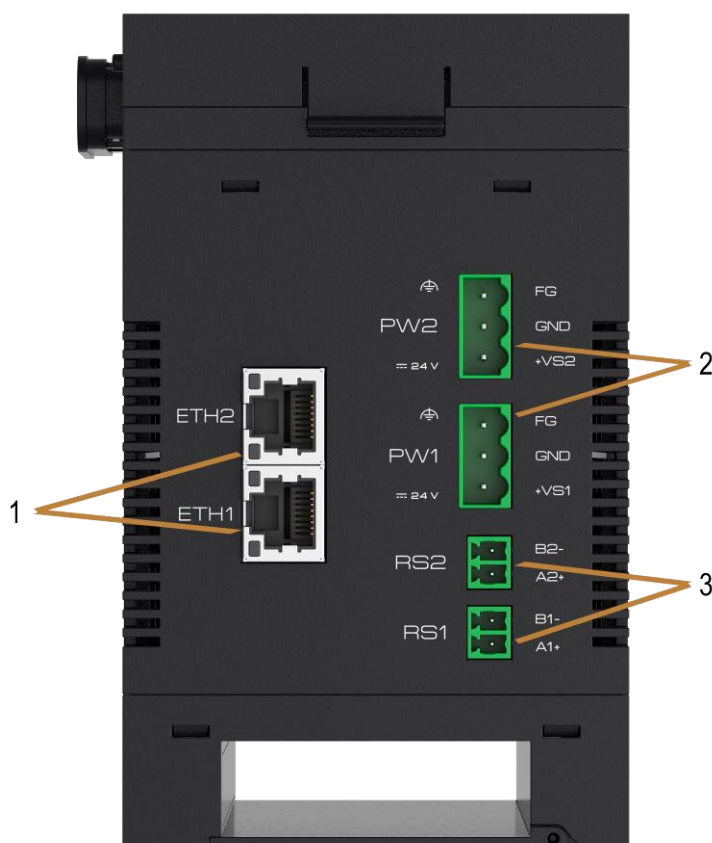

Рисунок 1.5.1.3 – Верхняя панель модуля S-300 CPU
1.5.1.5 На лицевой панели модулей при открытой крышке расположены следующие элементы (смотри рисунок 1.5.1.4):